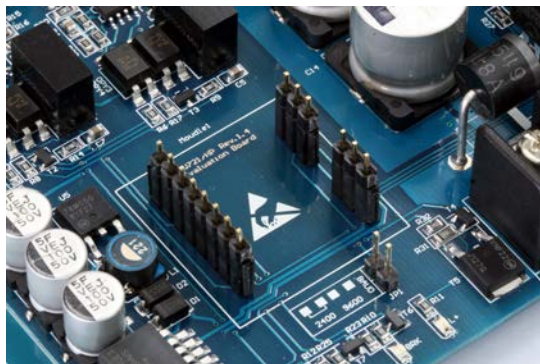

图2
1) 将插针放于EV721/HP的插座内。可使用2.54间距方针或2.54间距圆针。如 图2 所示。